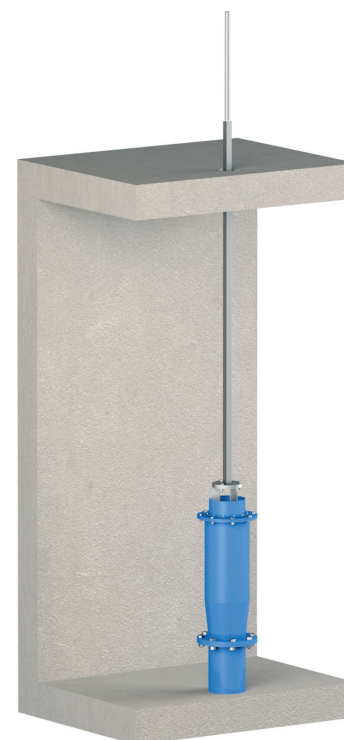

Fig. 4
- El primer paso será soltar el husillo (7) del sistema de accionamiento. Para ello en caso de accionamiento manual, tanto volante directo o con reductor, hay que retirar el tope atornillado (15) de la parte superior del husillo (7).
- Para desenroscar el husillo (7) del accionamiento, hay que girar el volante (11) en sentido horario hasta soltar el husillo (7).
- Una vez de tener el husillo suelto (7), proceder a introducir la parte superior por el orificio del techo o del soporte escuadra.
- Continuar colocando la brida inferior del husillo (7) sobre la del obturador (2) y atornillarlas con el apriete correspondiente de manera cruzada (fig. 4).